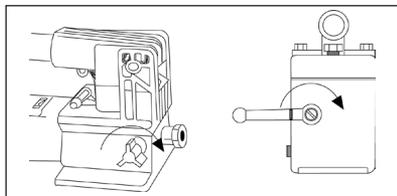

Рисунок 6
1. Закройте выпускной клапан, повернув его по часовой стрелке, как показано на рис. 6.